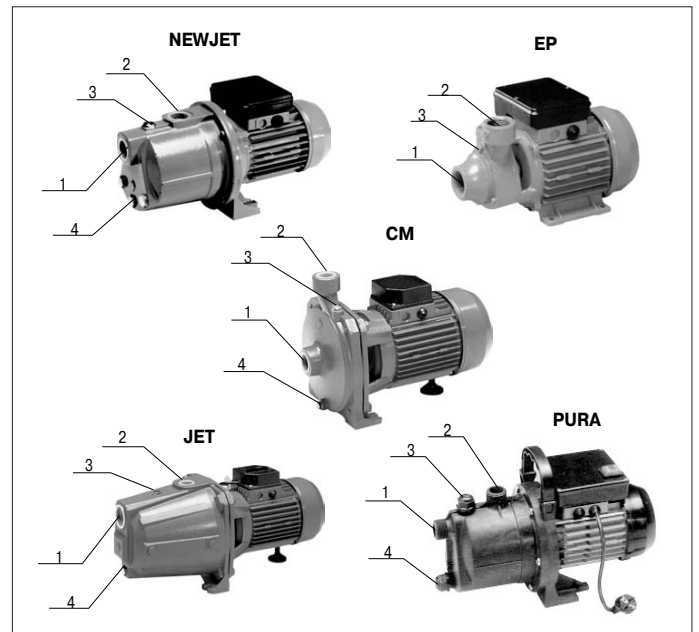

рис. 2
2. Присоединить всасывающую трубу с обратным клапаном к входному отверстию 1 (см. рис. 2)
7. Подключить насос к сети согласно схемам, указанным на рис. 2 и заземлить.